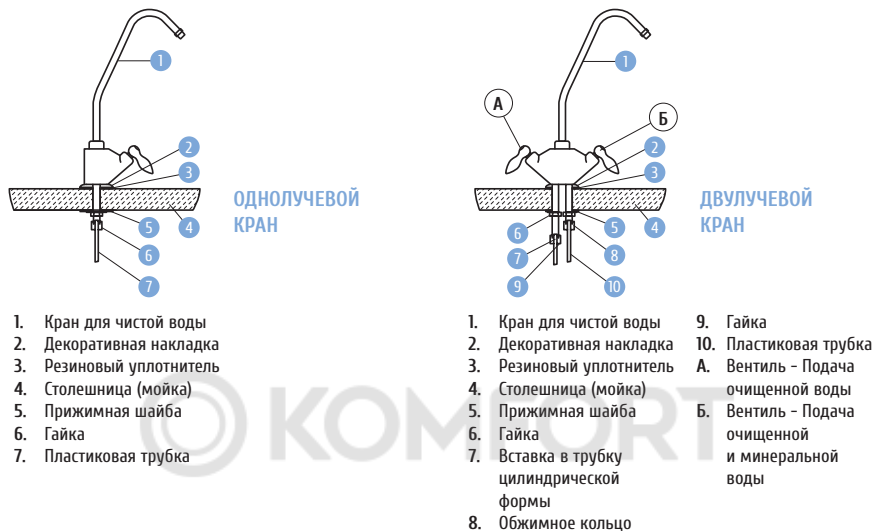

Рис. 11
5.5.3. Установите кран по схеме, указанной на Рис. 11, в зависимости от модели крана – однолучевой или двухлучевой.
5.5.7. Присоедините к резьбовой части крана трубку для модели FRO-5, FRO-5P (Рис. 11 однолучевой).
5.5.8. Для моделей FRO-6, FRO-6P, FRO-7, FRO-7P присоедините две трубки к резьбовой части крана (Рис. 11 двухлучевой).